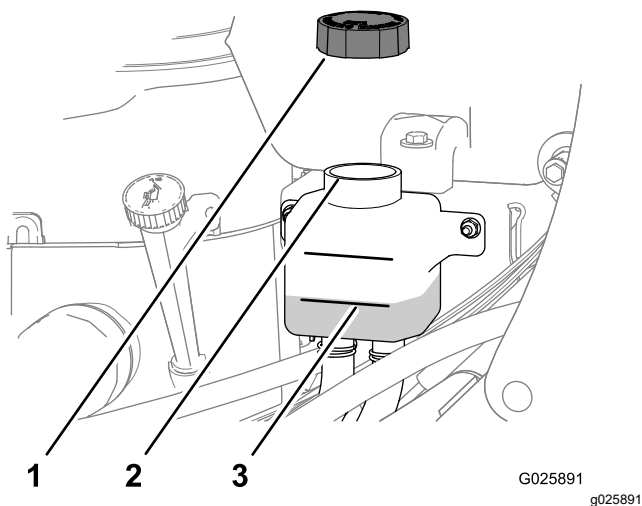

Figure 56
3. Enlevez le bouchon du vase d'expansion et contrôlez le niveau de liquide hydraulique à l'intérieur (Figure 56).
4. Au besoin, faites l'appoint d'huile de transmission spécifiée jusqu'à ce que le niveau atteigne le repère maximum à froid sur le vase d'expansion (Figure 56).